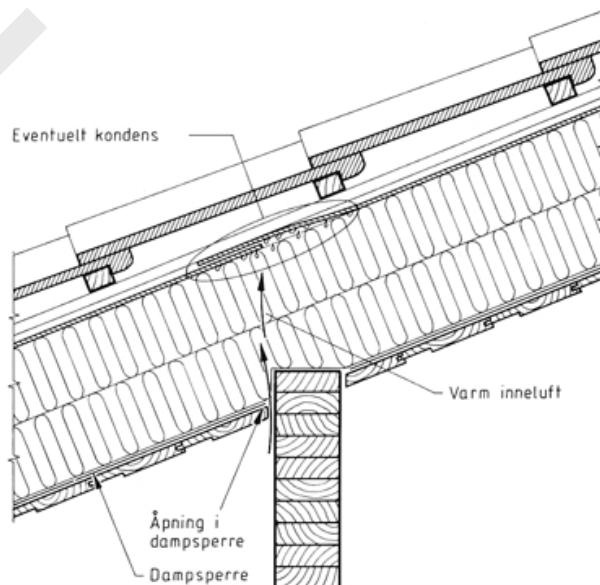

Fig. 45
- is ved takfoten eller kondensdrypp i himlingen. Se fig. 45.